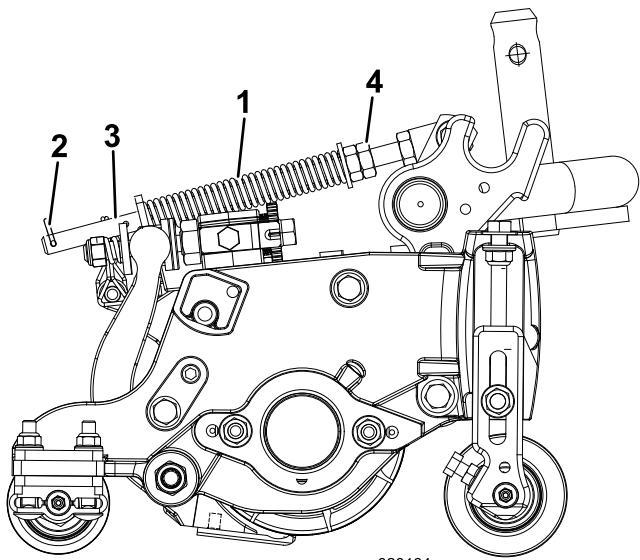

Figure 14
1. Vérifiez que la goupille fendue est insérée dans le trou de la tige de ressort (Figure 14).
2. Serrez les écrous hexagonaux à l'extrême avant de la tige de ressort jusqu'à ce que la longueur du ressort comprimé soit égale à 12,7 cm (Figure 14).